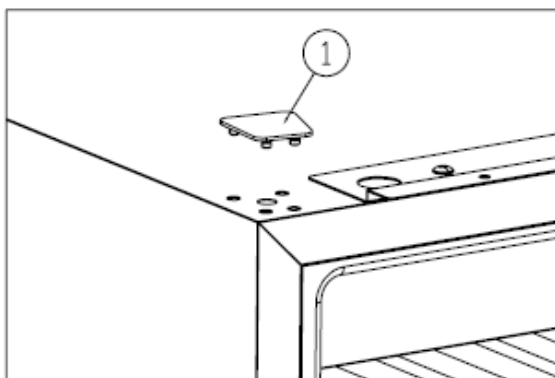

Abbildung 3
- ✧ Entfernen Sie die Lochkappe ①.[Abbildung 3]